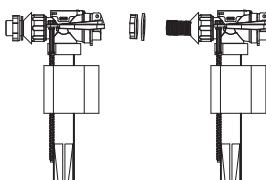

Рис. 2
- Открутите крепежную гайку на впусканом клапане (рис. 2).